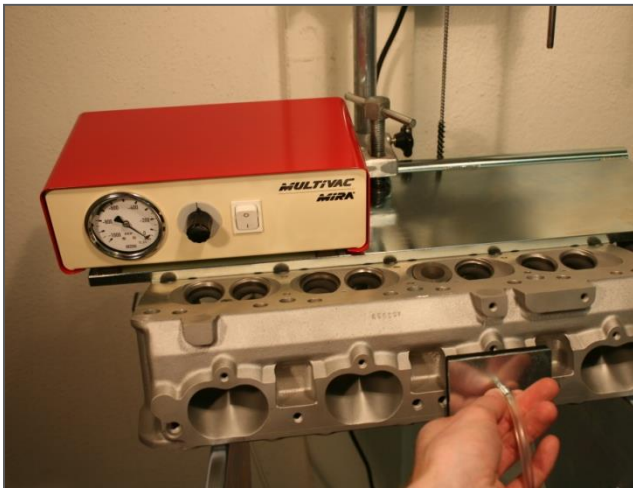

Fig. 29
27. Después de terminar los asientos de válvula, comprobar el asiento para un sellado adecuado, preferiblemente usando el probador de vacío MIRA MUV Multivac Vacuum (Ver “Accesorios especiales” en la página 33). Fig. 29